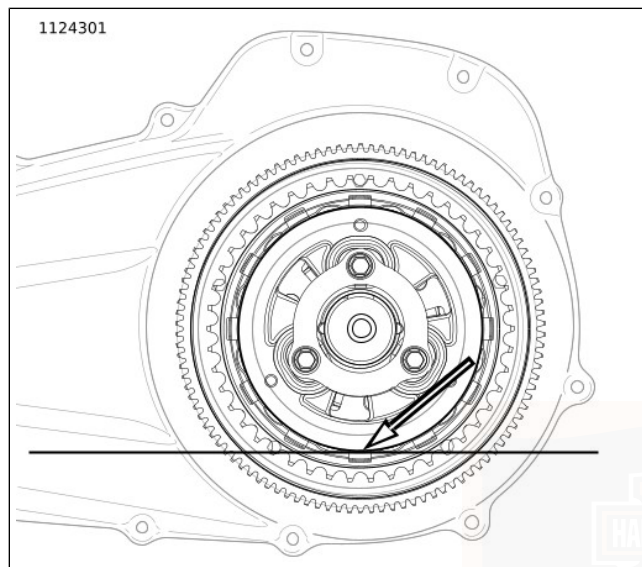

Abbildung 106. Primärer Schmiermittelstand
- b. Siehe Abbildung 106 . Der korrekte Füllstand liegt ca. an der Unterseite des Außendurchmessers der Druckplatte.